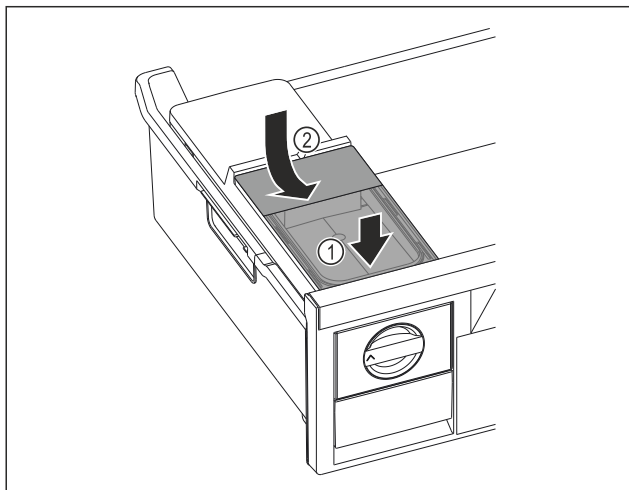

Fig. 80
- Postavite spremnik za vodu sprijeda. *Fig. 80 (1)*
- Spustite spremnik za vodu straga. *Fig. 80 (2)*